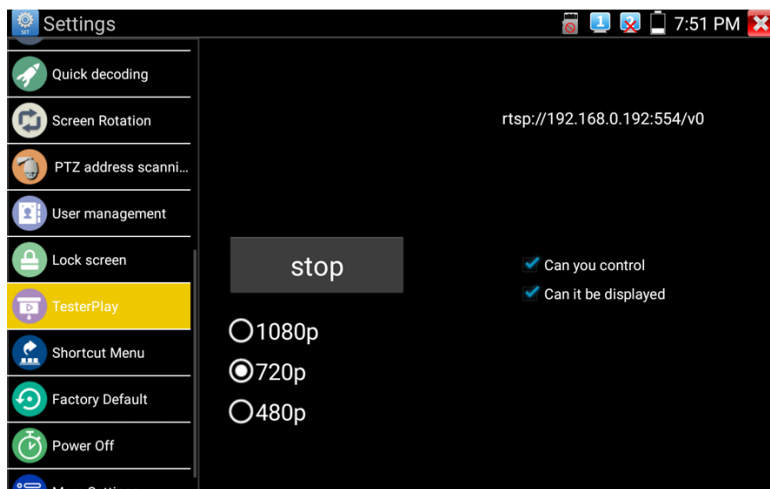
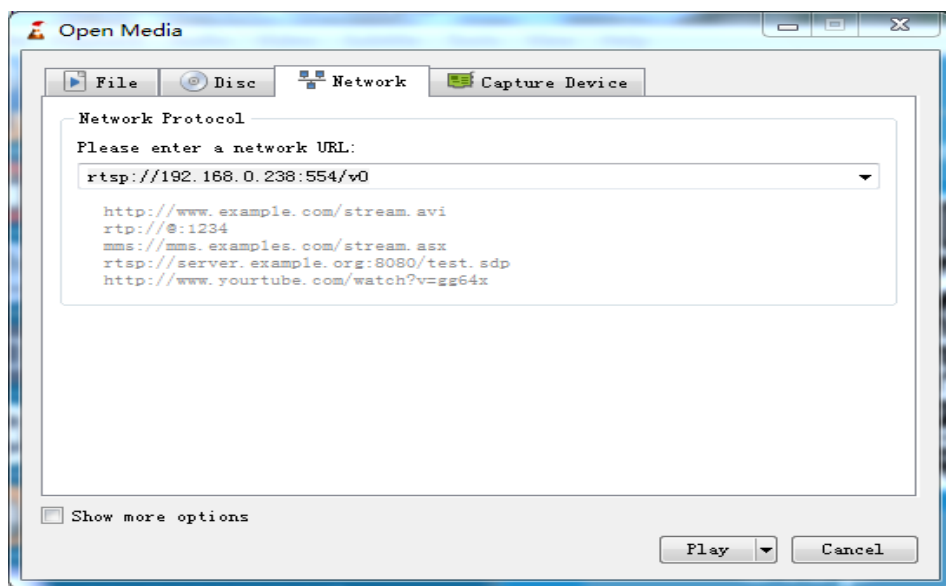

Рис. 24 Приложение TesterPlay
Рис. 27 Настройки VLC плеера на ПК
- 1) Найдите ярлык приложения TesterPlay в настройках тестера (рис. 24);
- 4) Укажите RTSP адрес в строке, как показано на рис. 27 (RTSP адрес трансляции указан в приложении TesterPlay, рис. 24), нажмите кнопку Play (Воспроизведение);